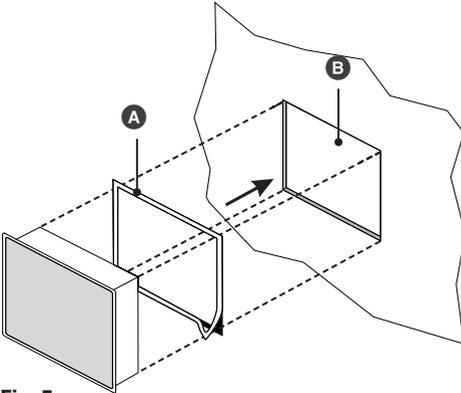

Fig. 5
1. Schneiden Sie eine Montageöffnung (siehe Fig. 5) in die Schaltschranktür oder in die Schalttafel.